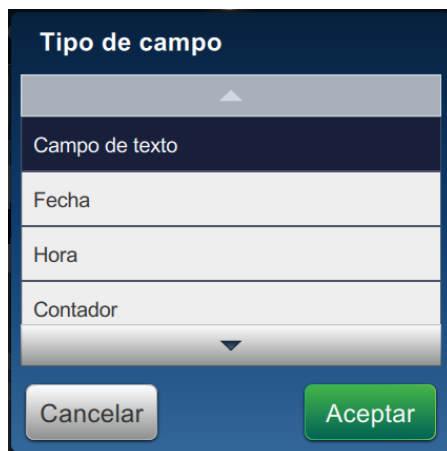

Figura 5-4. Opciones de Añadir campo
- Pulse el botón  y seleccione las opciones necesarias para añadir campos, como se muestra en la Figura 5-4.
1. Pulse el botón y seleccione *Campo de texto* tal como se muestra en la Figura 5-4 en la página 5-4.